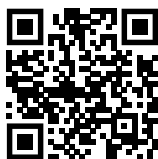

Fig. 143
- ▶ Aprire la Liebherr SmartMonitoring Dashboard. (vedere Fig. 143)